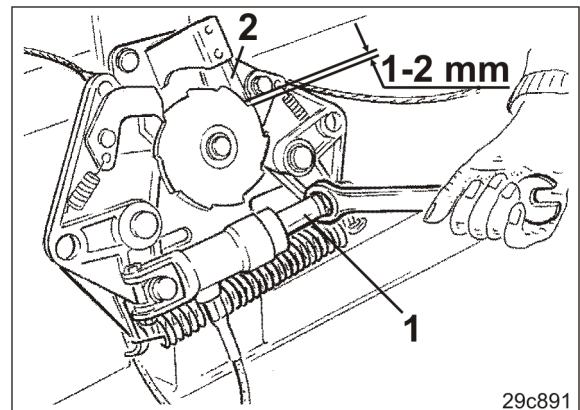

Fig. 237
3. Drej stemplet (Fig. 237/1) til hydraulikcylinderen med en gaffelnøgle, indtil bladfederen (Fig. 237/2) går hørbart i indgreb på skifteautomaten, og der er indstillet et mellemrum på 1 til 2 mm mellem tand og bladfeder.